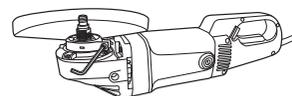

Abb. 6
4. Ziehen Sie die Feststellschraube (11) mit dem Innensechskantschlüssel (15) fest (Abb. 6 und 7).